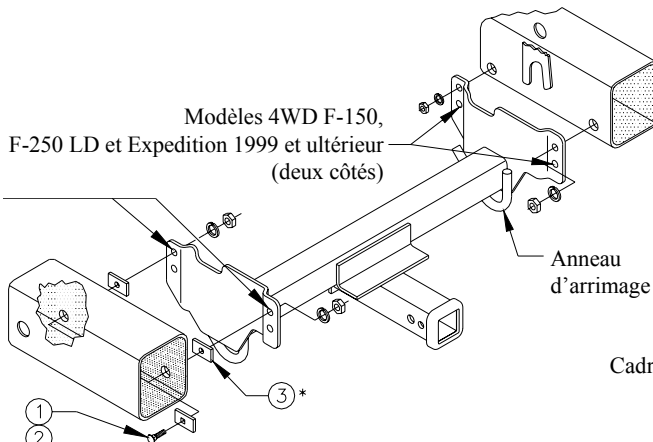

FIGURE 1
①	Qté (4)	Boulon de carrosserie, 1/2-13 x 1-3/4 po	④	Qté (4)	Rondelle frein, 1/2 po
②	Qté (4)	Bloc-espaceur, 1-1/2 x 3 x 1/4 po, trou carré	⑤	Qté (4)	Écrou hexagonal, 1/2 po
③	Qté (4)	Bloc-espaceur, 1-1/2 x 3 x 1/4 po, trou rond	⑥	Qté (2)	Fil de tirage
- À l'aide d'un fil de tirage, faire passer les boulons de carrosserie et les blocs à travers le cadre de châssis, comme illustré à la figure 1.